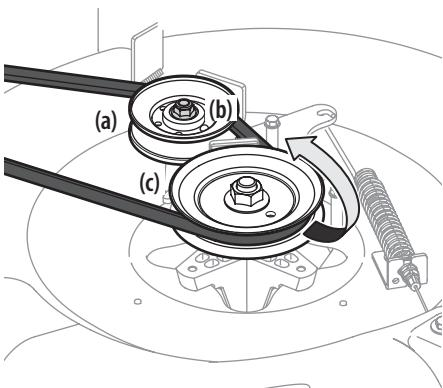

Figure 35
7. Desserrez le contre-écrou à bride (b) qui fixe la poulie de tension (sur les plateaux de coupe de 24" seulement) (a) afin de créer assez d'espace pour retirer la courroie. Retirez la courroie autour de la poulie d' entraînement (c) et de la poulie de tension (a) du plateau de coupe. Voir Figure 35.